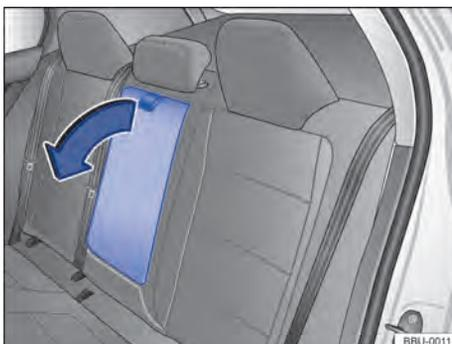

Fig. 83 Descansa-braço central traseiro rebatível.
- Para **rebater para frente**: puxar a alça no sentido da seta → Fig. 83.
- Para **rebater de volta**: rebater o descansa-braço central no sentido contrário ao da seta → Fig. 83 para cima e pressionar para dentro do encosto do banco até o batente.